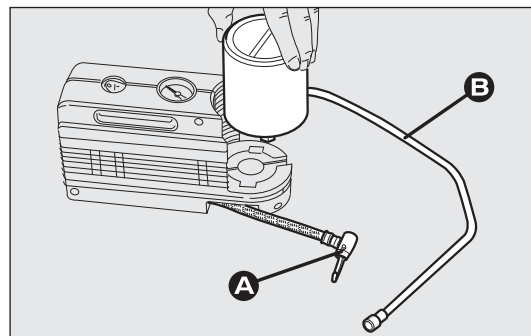

fig. 163
- disinserire l'innesto A-fig. 163;